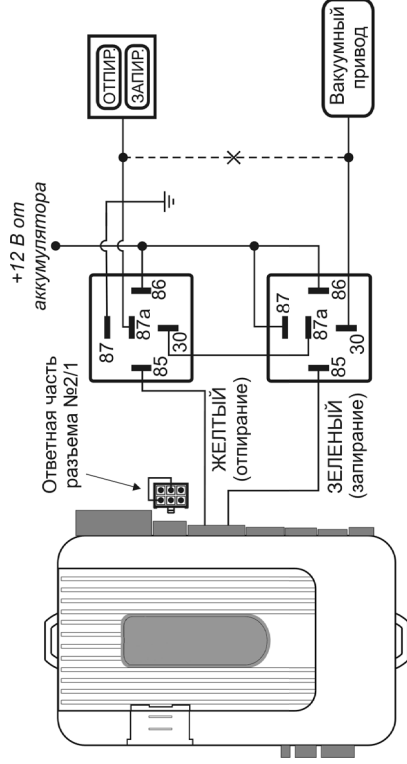

Рис. 4
- ♦ Подсоедините ЖЕЛТЫЙ и ЗЕЛЕНЫЙ провода системы (Разъём №3) к дополнительным реле согласно схеме (Рис.4):